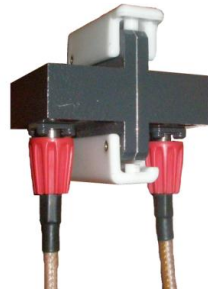

Figura Anexo1.1 Acoplamiento de los adaptadores de guía de onda a los cables coaxiales tipo SMA.
- 3) Conecte los adaptadores entre sí, observar la Figura Anexo1.1.